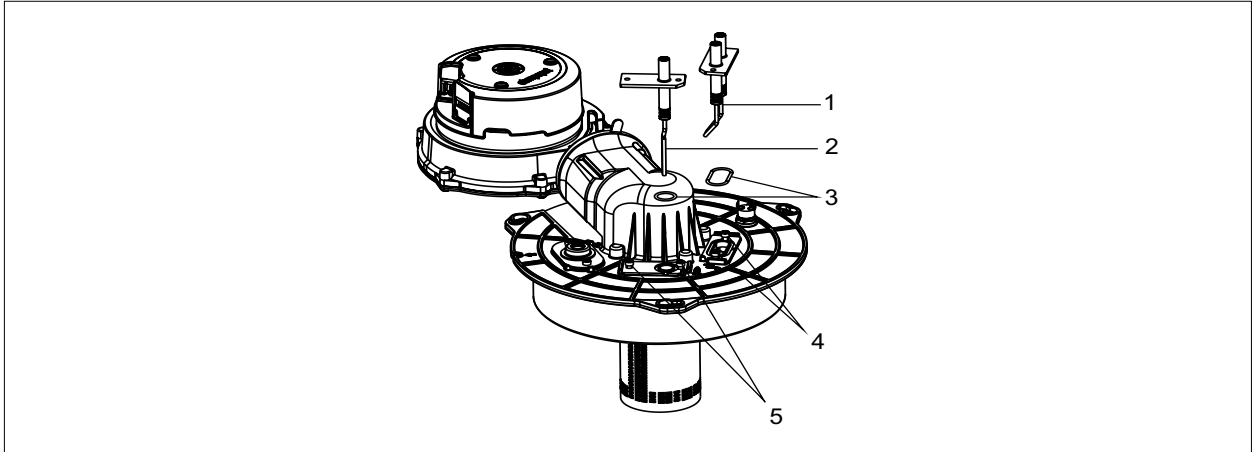

Abb. 6.3 Elektroden austauschen
- ▶ Elektroden demontieren (siehe Abb. 6.3 Elektroden austauschen)
- ▶ Befestigungsschrauben (5) Abb. 6.3 mit 3 Nm Drehmoment anziehen.
- ▶ Befestigungsschrauben (4) Abb. 6.3 mit 3 Nm Drehmoment anziehen.